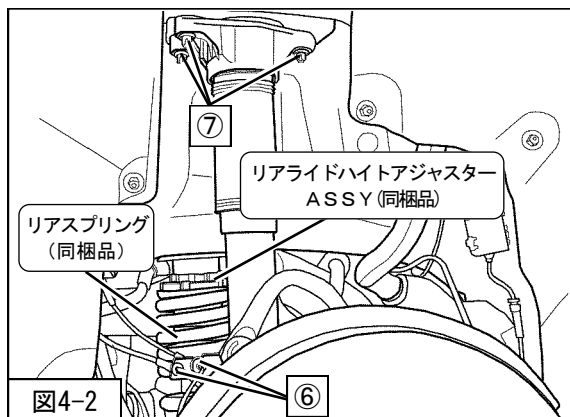

図4-2
2. P 6「サスペンションASSY構成図」を参考に、リアライドハイトアジャスターASSY (同梱品) リアスプリング (同梱品) リアショックアブソーバASSY ⑦リアショックアブソーバASSYアッパー取付ナット (締付トルク : 28N・m) を車両に取付けてください。 (図 4-2)
3. ⑥ワイヤハーネスを取付けてください。 (図 4-2)